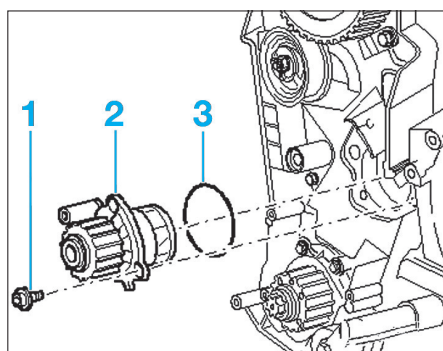

Fig. 22
- Déposer les vis de fixation (1) de la pompe à eau (2) puis déposer celle-ci et récupérer son joint torique (3) (Fig.22).